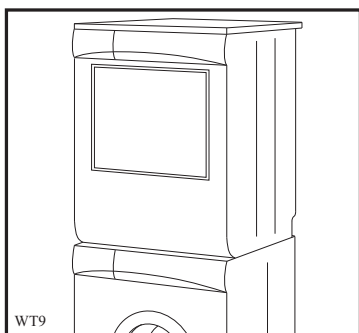

Fig 5
- modellen zonder voetstuk (fig. 5 en 6);